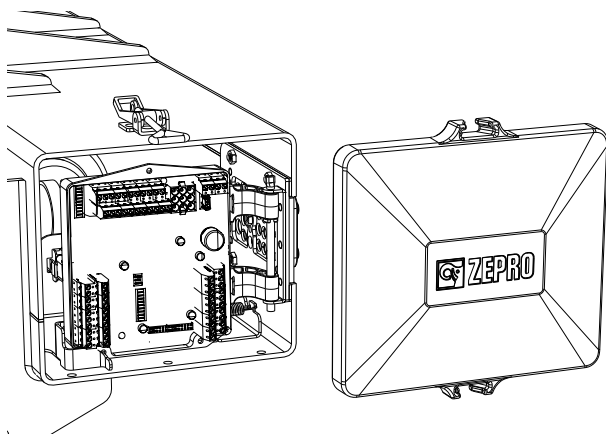

Abb.16. Die Schutzabdeckung abnehmen.
2. Die Schutzabdeckung abnehmen. Diese ist mit zwei Schnappschlössern befestigt, siehe Abb.16.